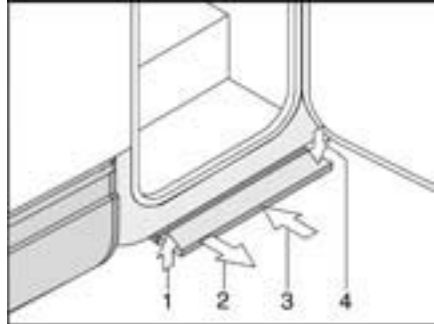

Bild 6 Mechanisch bedienbare Eintrittsstufe
- Die Eintrittsstufe nach vorn ziehen (Bild 6,2), bis sie einrastet.
- Die Eintrittsstufe leicht anheben (Bild 6,1).
- Die Eintrittsstufe bis zum Anschlag unter den Fahrzeugboden (Bild 6,3) schieben. Darauf achten, dass die Eintrittsstufe einrastet (Bild 6,4).